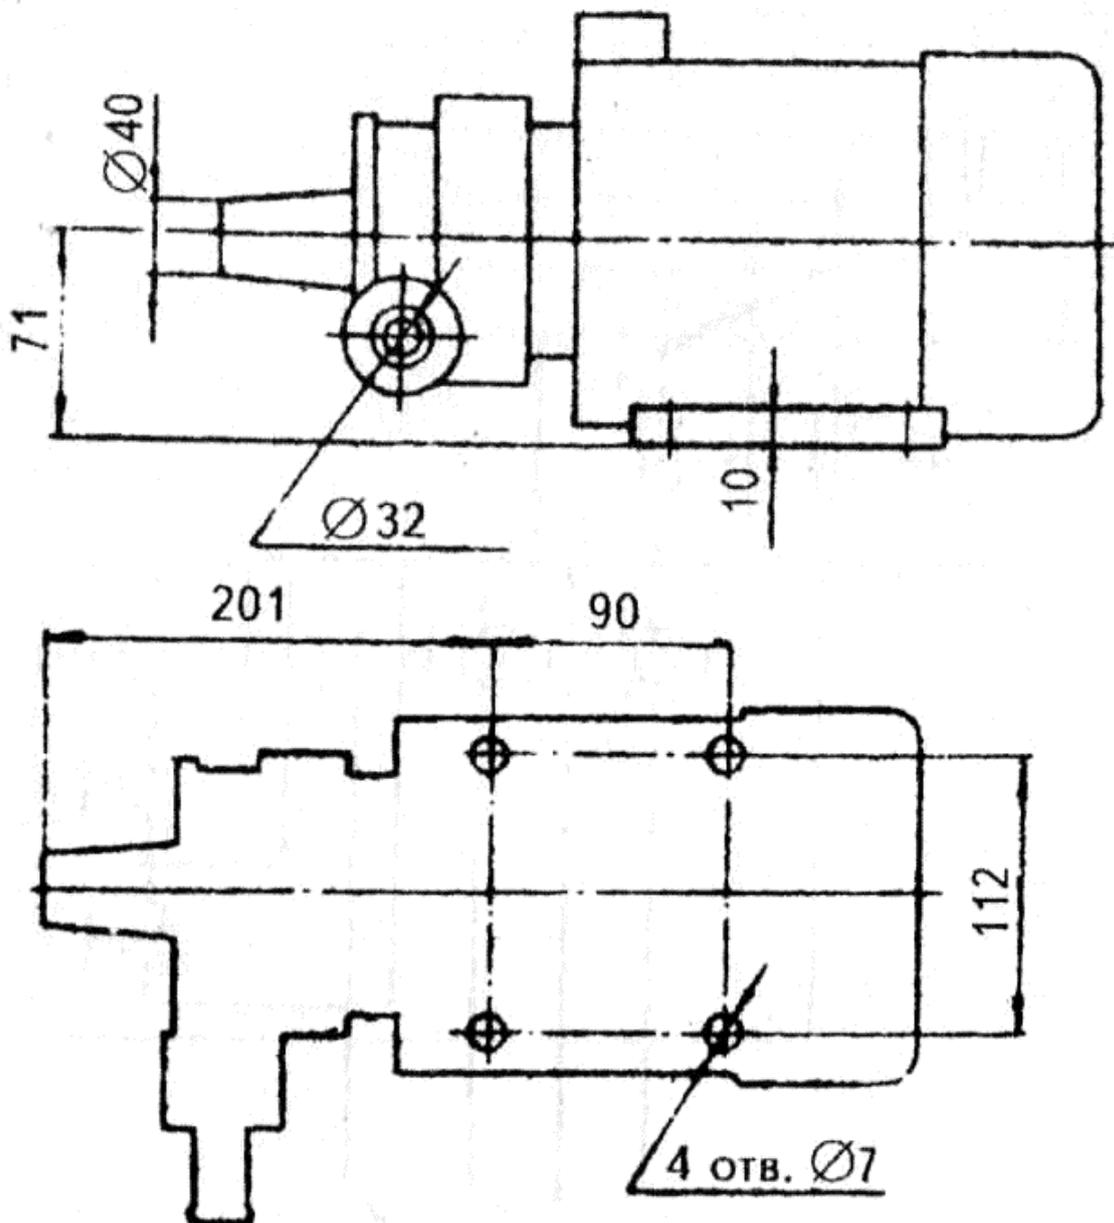

Рис. 8. Основные и присоединительные размеры
5.6 Основные и присоединительные размеры насоса показаны на рис. 8.